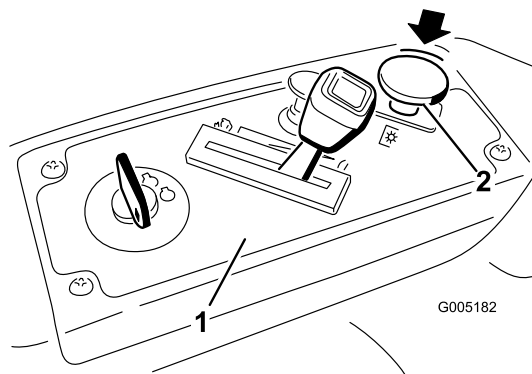

Figura 8
2. Desengrane las cuchillas moviendo el mando de control de las cuchillas a Desengranado (Figura 8).
1. Desengrane las cuchillas moviendo el mando de control de las cuchillas a Desengranado (Figura 8).